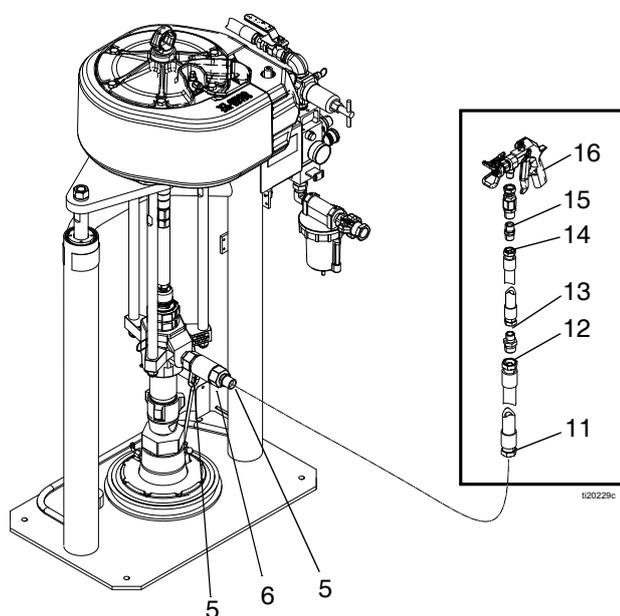

FIG. 6
NOTA: Il kit contiene 24P832 gli articoli 5, 6 e 11-16 in FIG. 6.
1. Se si installa il kit linea di miscelazione e pistola 24P832, inserire il nipplo (5), la valvola di ritegno (6) e il secondo nipplo (5) sull'uscita della pompa come illustrato in FIG. 6.
2. Collegare il flessibile fornito da 19,05 mm (3/4 poll.) (11) al nipplo (5). Vedere FIG. 6.
3. Usare il nipplo di riduzione (12) per collegare il flessibile spiralato fornito da 12,7 mm (1/2 poll.) (13) al flessibile da 19,05 mm (3/4 poll.) (11).
4. Usare il nipplo (14) per collegare il raccordo girevole (15) della pistola al flessibile spiralato (13).
5. Collegare la pistola (16) al raccordo girevole (15).